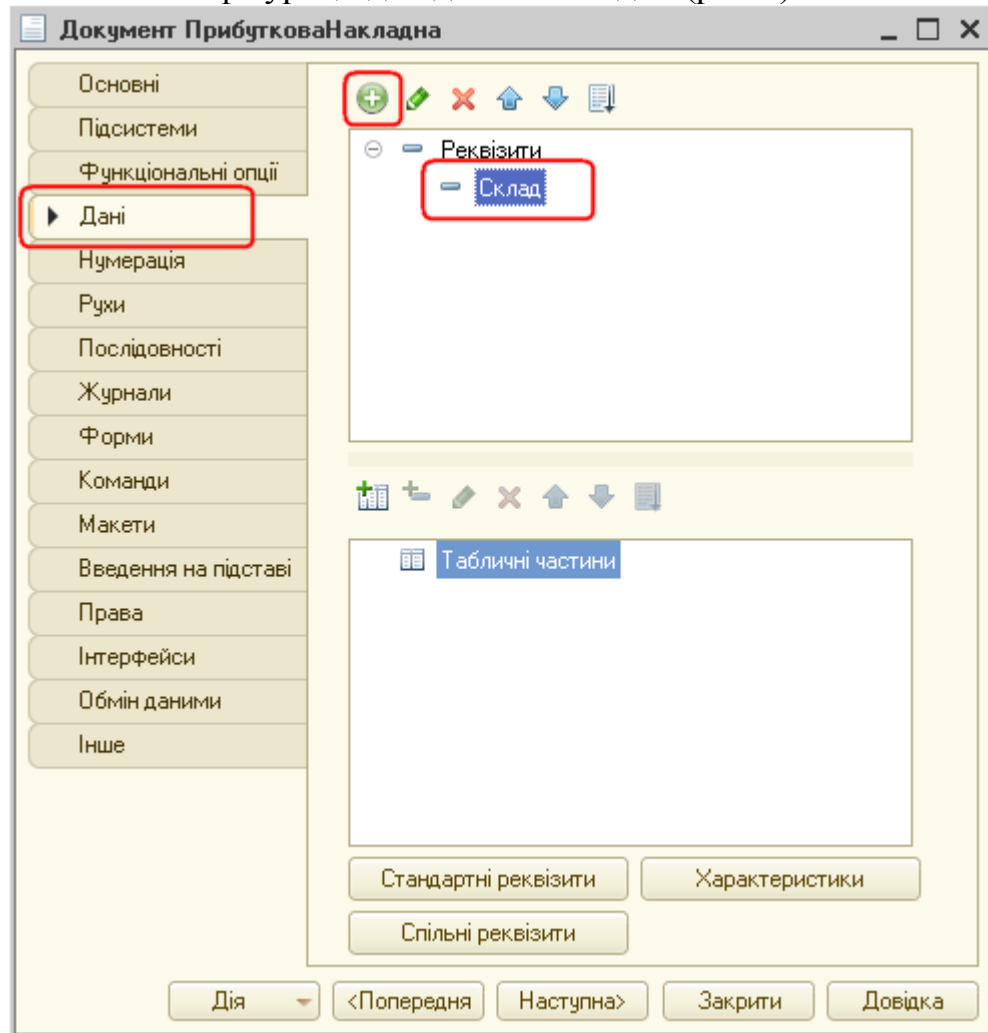
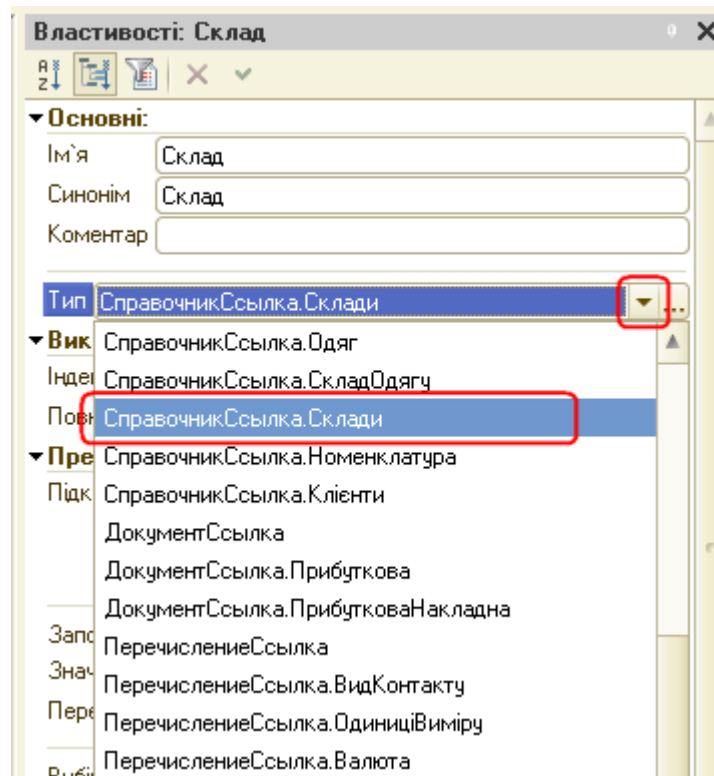

Рис. 1. Створення реквізиту документа
Рис. 2. Задання типу реквізиту документа
2) Переходимо на закладку «Дані» і створюємо реквізит документу з ім'ям «Склад» за допомогою піктограми  над списком реквізитів документа (рис.1). Виберемо для реквізиту зсилочний тип даних СправочникСсылка.Склади. Даний тип стане доступний в конфігурації після створення об'єкта конфігурації довідник «Склади» (рис.2).